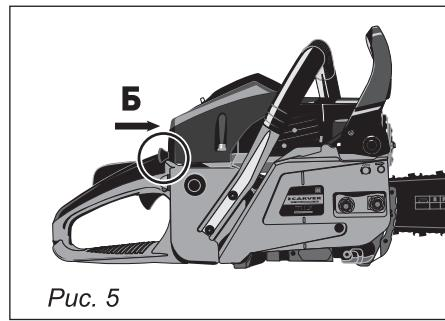

Рис. 5
6. Переведите рукоятку воздушной заслонки в положение «Б» - «рабочее положение», надавив на нее до упора (рис. 5).
запуске, повторите действие 10–15 раз, это поможет избавиться от излишков топлива в картере двигателя, установите свечу зажигания на место, переведите выключатель в положение «ВКЛЮЧЕНО», переведите воздушную заслонку в положение «ОТКРЫТО» см. рис. 5 (Б). Не производите подкачку топлива с помощью праймера. Произведите запуск двигателя с помощью стартера. Двигатель за пустится.